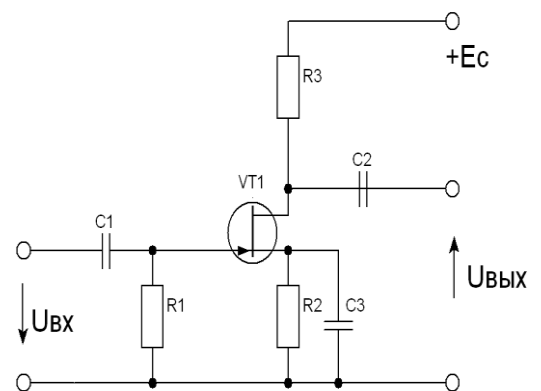

Рис.5
Вопрос 10. На рис.5 приведена схема усилительного каскада на полевом транзисторе. Какое соотношение между выходным  $R_{вых}$  и входным  $R_{вх}$  сопротивлениями справедливо для этого каскада?
**Вопрос 11.** В схеме усилительного каскада на рис.5 использована температурная стабилизация с помощью цепочки R2 и C3. Каким должно быть емкостное сопротивление  $X_{C3}$  конденсатора C3, чтобы не изменился коэффициент усиления каскада по напряжению?
**Вопрос 13.** Какой усилительный каскад с общим затвором изображен на рис.5?